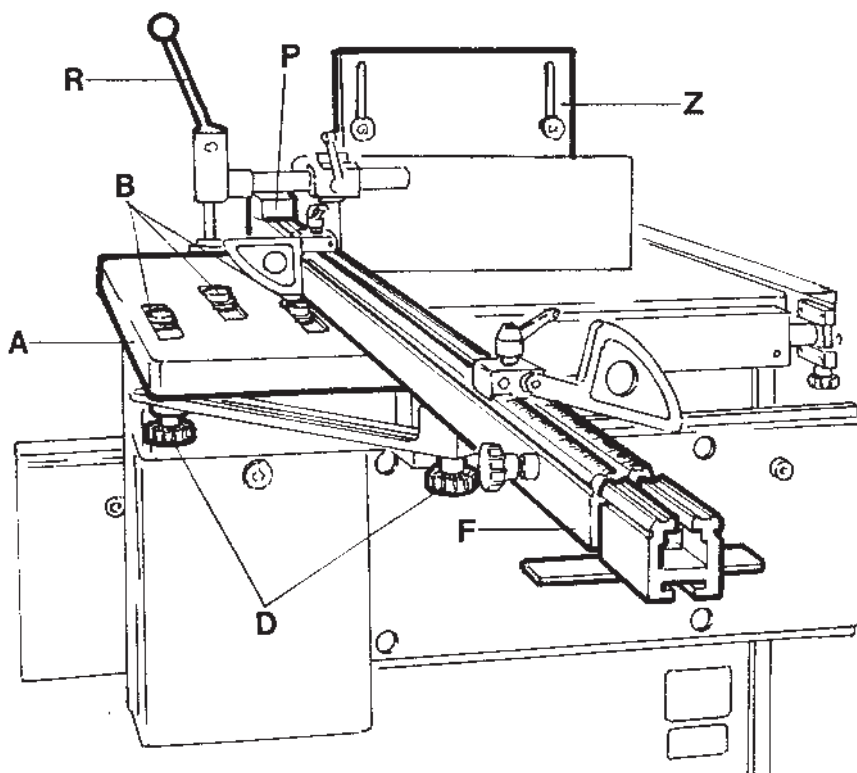

Fig. 16
3.7.1 - PIANO SCORREVOLE PER TENONARE F114-115T- F114-115TL fig. 16
3.7.1 - SLIDE FOR TENONING JOBS (F114-115T- F114-115TL fig. 16)
3.7.1 - MESA DESLIZABLE PARA ESPIGAR F114-115T- F114 115TL fig. 16